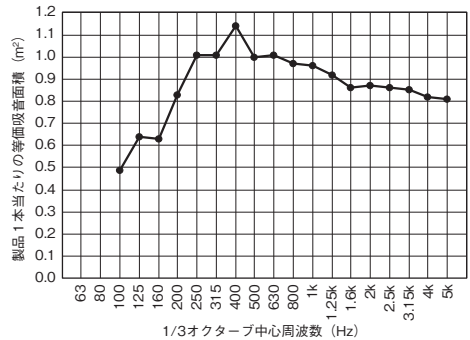

図1 「サウンドトロン」1本あたりの等価吸音面積
- ① 部屋に置くだけ(施工不要)。
- ② 低音から高音まで、高い吸音率を持つ。(図1)